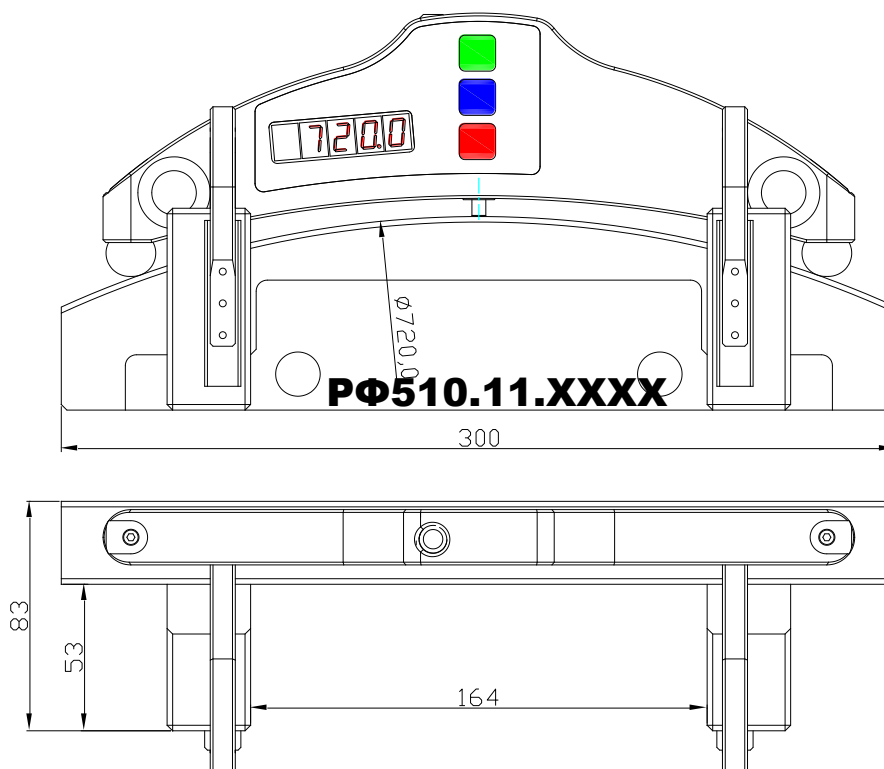

Рисунок 3
- шаблон колеса (колесо) с известным значением диаметра (либо Шаблон-диаметр РФ510.11.850, рис.3.)